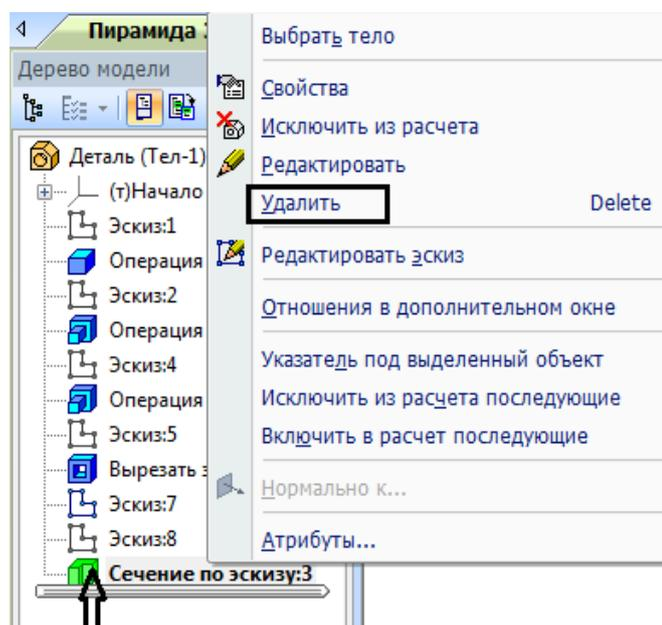

Рисунок 42.
22. Для того, чтобы перенести два вида пирамиды, необходимо вернуться в сохраненный файл – «*Пирамида 3*» и из *Дерева модели* удалить последнюю операцию - щелкнуть правой клавишей мыши по иконке *Сечение по эскизу* – в появившемся диалоговом окне нажать на операцию *Удалить* (рисунок 42).